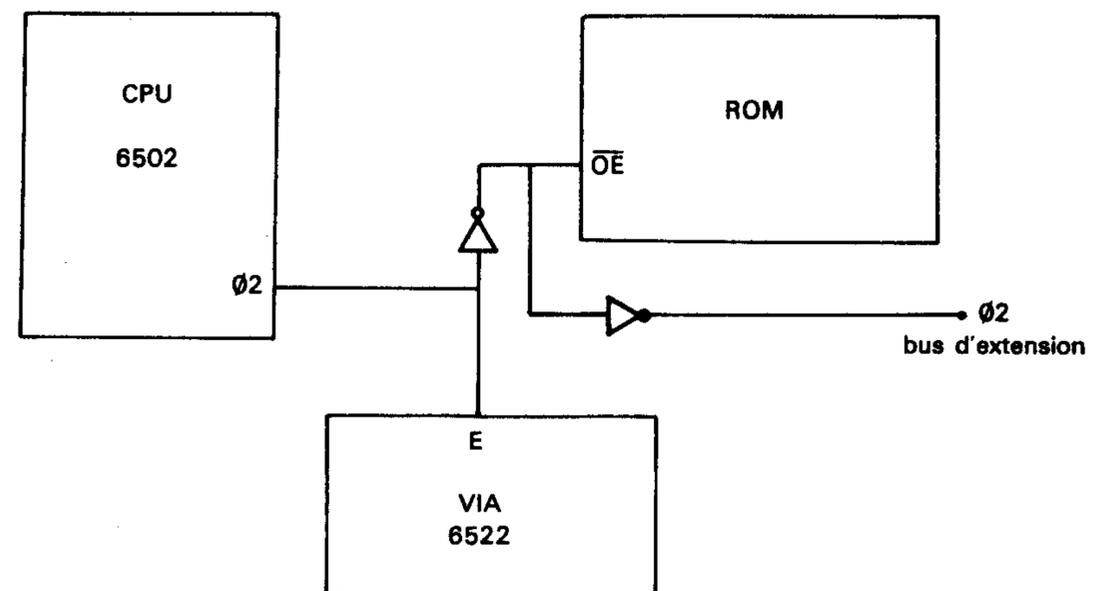

Fig. 5.4. — Ø2 après évolution.
- Personnellement nous avons réaliser la deuxième solution. (Notre câblage faisait dans les 30 cm!) Elle consiste à utiliser un inverseur laissé libre pour redécouper Ø2 (fig. 5.4).